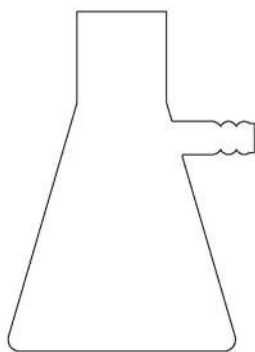

Рис. 17. Колба Бунзена
1. **Колба Бунзена** (рис. 17) – этот вид лабораторной посуды, используемая для фильтрования чаще всего с воронкой Бюхнера (рис.5). Стенки такого сосуда достаточно толстые, особенностью данного вида колб, является специальный отросток в верхней её части, что соединяется с линией вакуума. Достаточно часто, именно колбу Бунзена применяют для проведения опытов в условиях пониженного давления.